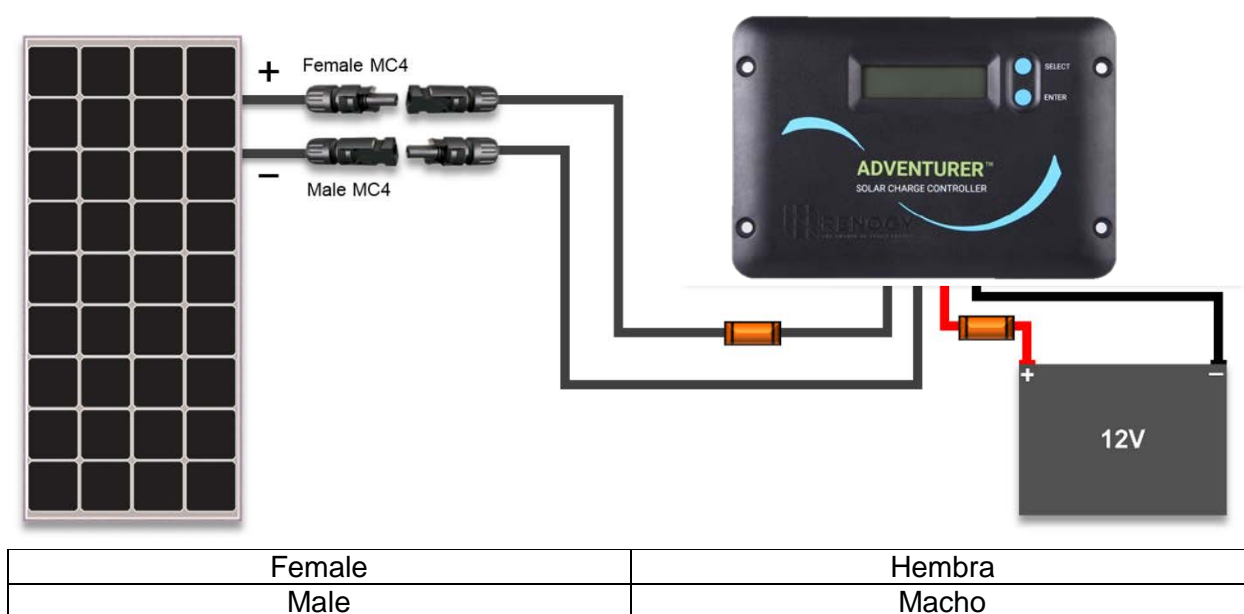

Figura 6.4 Sistema fuera de la red de 12V completada
Por favor refiérase a la **figura 6.4** al completar las siguientes conexiones:
la **Figura 6.4**. A continuación, conecte la parte trenzada pelada del cable al terminal de la entrada de energía solar **negativo (-)** en el controlador de carga.
2. A continuación, acople el conector MC4 "Hembra" del panel que tiene la **etiqueta positivo (+)** con el conector MC4 "macho" de su kit de adaptador como se muestra en la **Figura 6.4**.
La **figura 6.4** muestra el cableado completo de un sistema típico fuera de la red. Incluye los fusibles de seguridad y protección. Esta configuración muestra sólo un panel y una batería conectada al controlador. En las secciones 8 y 9, más configuraciones de paneles y baterías (respectivamente) se describirán. Siga las siguientes Instrucciones.